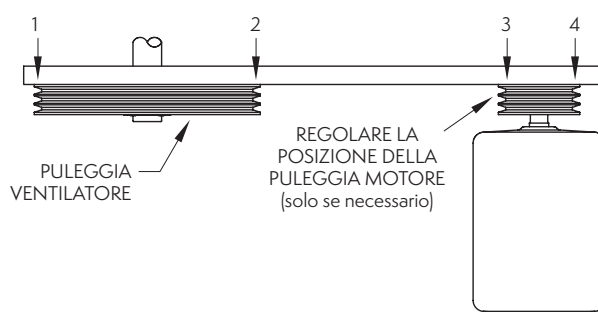

Figura 18 – Verifica allineamento pulegge
9. Per un controllo finale, misurare con un righello la distanza da puleggia a puleggia. Dovrebbero esserci quattro punti di contatto (**Figura 18**). Regolare la posizione della puleggia motore, se necessario.